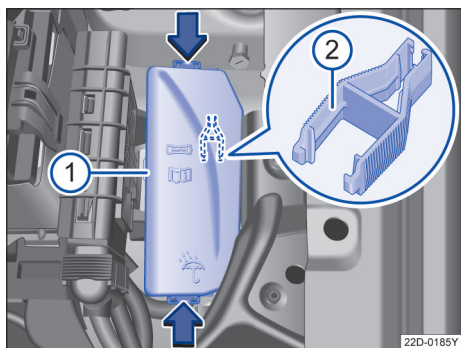

图 143 发动机舱内：保险丝盒盖板
- 沿箭头方向按压锁止按钮，以便将保险丝盒的盖板→图 143 解锁。
用来拔出保险丝的塑料夹钳→图 143 ② 位于发动机舱保险丝盒盖板的内侧。